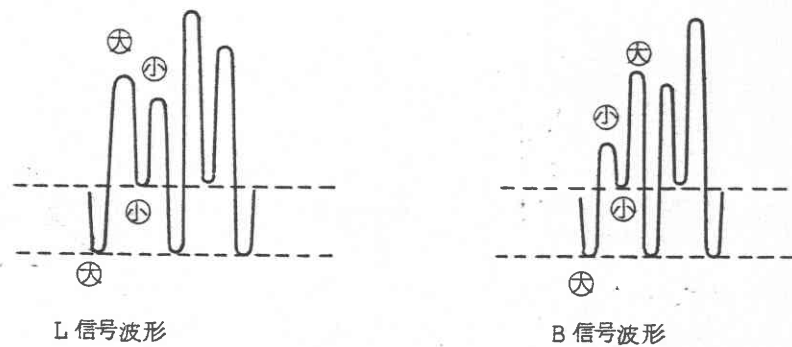

図 6
- (1) 4-4-1の(7)の状態で、①INT AF FREQの「1kHz」スイッチを入れます。
- (2) 4-4-3のPILOT信号位相調整は完了しているものとします。
- (3) ⑩OUTPUT MODEスイッチのLまたはRスイッチを押し、パイロット信号を「ON」にします。
- (4) ⑬MPX OUTPUT端子にオシロスコープを接続し、出力波形を観測します。
- (5) オシロスコープのブラウン管面の波形を拡大すると(図6)のようになります。⑩OUTPUT MODEのLスイッチを押すとL信号波形、Rスイッチを押すとR信号波形が確認されます。